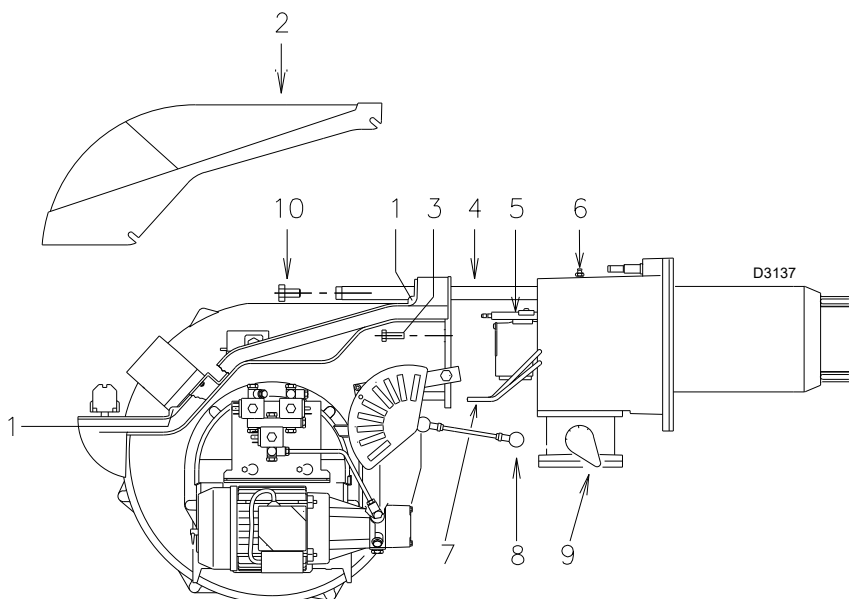

Fig. 44
- Allentare le viti 1) e togliere il cofano 2)(Fig. 44).
- Scollegare i tubi del gasolio 7)(Fig. 44).
- Togliere le viti 3) ed arretrare il bruciatore sulle guide 4)(Fig. 44) per circa 100 mm.
A questo punto è possibile estrarre la parte interna 5) dopo aver tolto la vite 6)(Fig. 44).